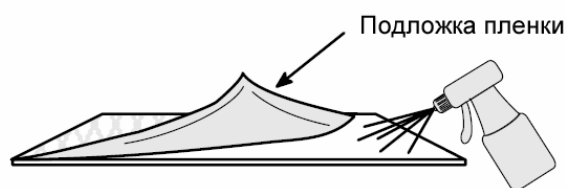

Рис. 2. Удалять с угла, смачивая раствором
5. Отделить подложку, начиная с одного из углов. По мере удаления подложки, опрыскивать открывающийся клеевой слой приготовленным раствором до полного смачивания (Рис. 2).